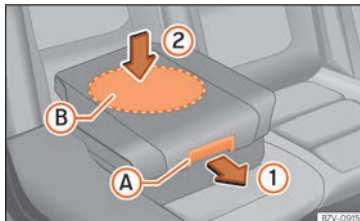

**Fig. 36** Asiento integrado para niños: bajar el cojín.
- Tire del cojín hacia delante por la palanca de desbloqueo »» fig. 36 A en la dirección de la flecha ①.
- Empuje el cojín hacia abajo por la zona central B en la dirección de la flecha ② para que encastre de forma segura »» ①. Los soportes laterales se abaten automáticamente.
Al bajar el asiento integrado para niños, presione sólo sobre el centro del cojín »» fig. 36 ②. De lo contrario, el cojín se podría torcer y no encastrar correctamente.